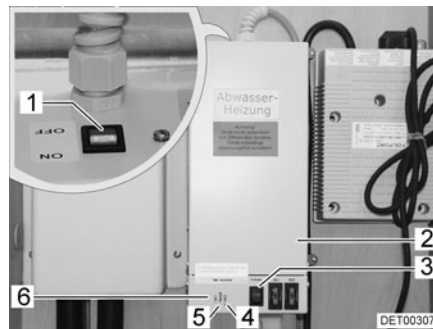

Fig. 125 Transformateur avec régulateur
Le transformateur 230 V AC/12 V DC (Fig. 125,2) est, suivant le modèle, monté dans la penderie ou dans la banquette de la dînette.
- Le voyant de contrôle (Fig. 125,5) s'allume en vert : Régulateur en marche
- Les voyants de contrôle (Fig. 125, 4 et 6) s'allument en rouge : Les conduites des eaux usées sont chauffées
Un bouton-poussoir de contrôle (Fig. 125,3) est intégré dans le boîtier, ce bouton permet d'enclencher brièvement le régulateur. En appuyant sur le bouton-poussoir de contrôle, vous pouvez tester le fonctionnement du chauffage, même si la température ambiante est supérieure à 5 °C.
- Placer l'interrupteur (Fig. 125,1) du transformateur (Fig. 125,2) sur "ON".
Mise hors service : ■ Placer l'interrupteur (Fig. 125,1) du transformateur (Fig. 125,2) sur "OFF".